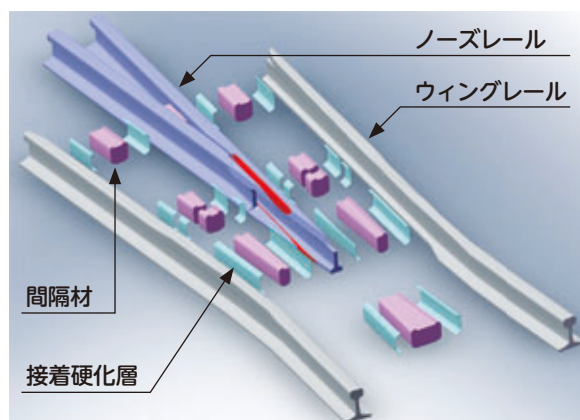
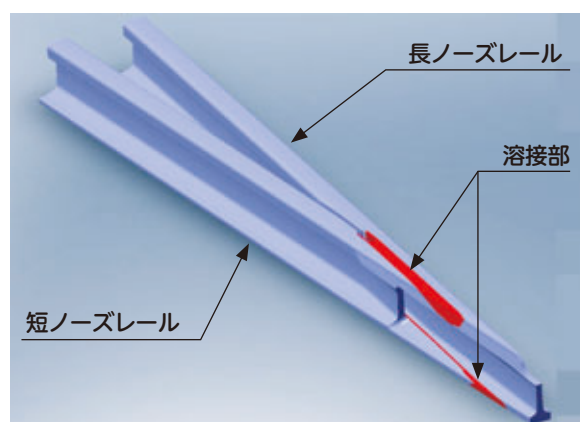

図3. 改良型溶接クロッシングの構造
図5. ノーズレールの溶接部
改良型溶接クロッシングは図3の構造となっています。この内、ノーズレールは長ノーズレールと短ノーズレールを、図5のように軌間線に対し溶接線が斜め継目状になるように溶接接合し、一体化されます。これによりノーズレール溶接線に対し、集中的な荷重が作用することを防止できます。
- 溶接完了後、短ノーズレールを分岐角度に沿って所定の形状に切削加工しVピースを形成します。そのため、溶接欠陥の出易い溶接端部が取り除かれます。(図5)